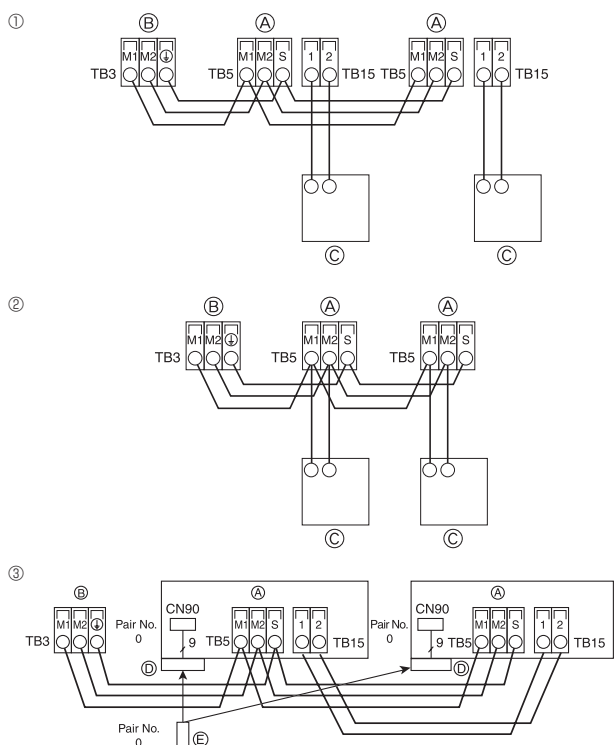

Fig. 4-5
4.4. Σύνδεση ελεγκτού εξ αποστάσεως, καλωδίων μεταφοράς εξωτερικών και εσωτερικών μονάδων (Fig. 4-5)
- ① Ελεγκτής εξ αποστάσεως MA
- ② Ελεγκτής εξ αποστάσεως M-NET
- ③ Ασύρματο τηλεχειριστήριο (Κατά την εγκατάσταση του ασύρματου δέκτη σήματος)